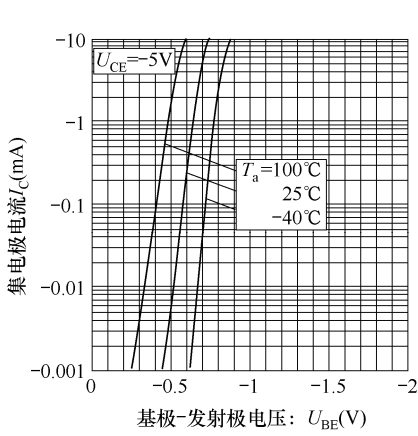
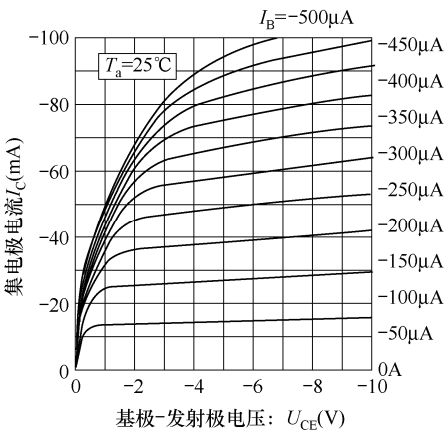
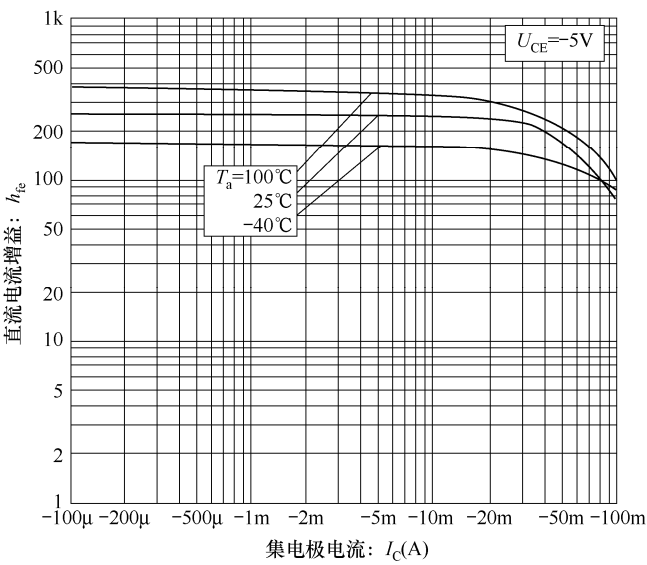

图 3-60 发射极接地时传输特性曲线
图 3-61 发射极接地时输出特性曲线
图 3-62 直流电流增益与集电极电流的关系曲线
(2) 特性曲线：PNP 型数字晶体管的传输特性曲线、输出特性曲线、增益特性曲线分别如图 3-60、图 3-61、图 3-62 所示。这类晶体管主要用于开关电路、接口电路、反相器和驱动器等。